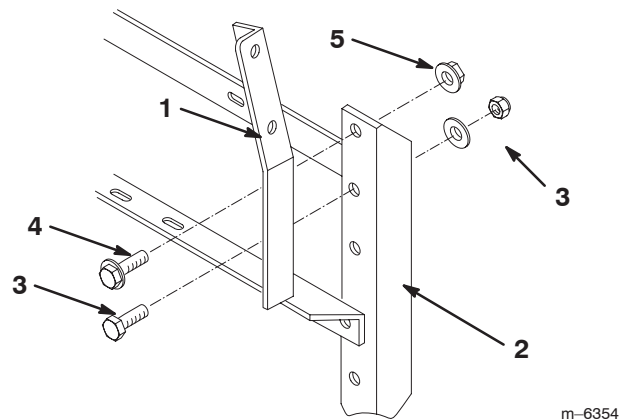

Figure 7
- Si la machine est équipée de rampes couvertes ou n'a pas de rampes, posez le support du boîtier de commande sur le bâti de rampe arrière droit (Fig. 7) au moyen des éléments existants et d'un boulon à embase (1/2 x 1/2 pouce) et d'un écrou à embase (1/2 pouce).